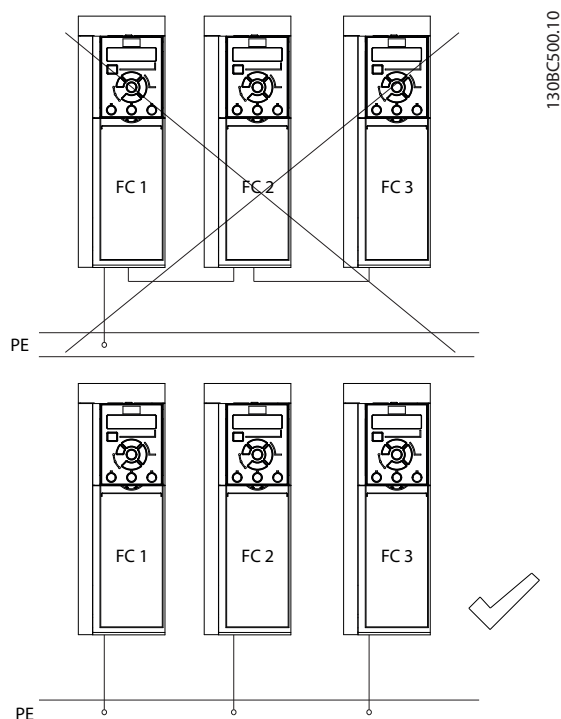

Рисунок 4.1 Принципы заземления
- Запрещается совместно заземлять несколько преобразователей частоты с использованием последовательного подключения (см. Рисунок 4.1).